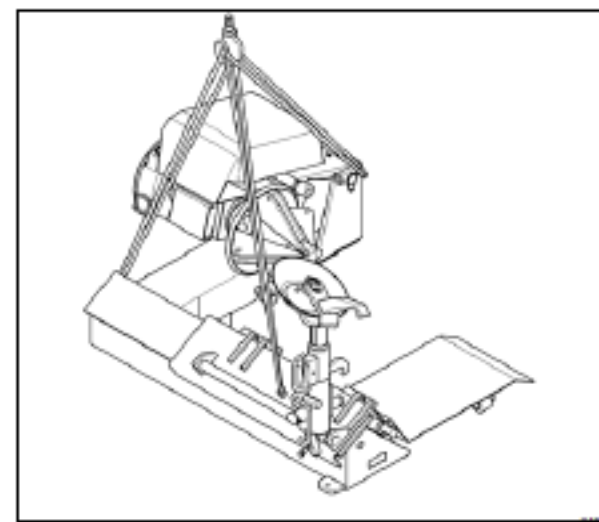

Рис.9
**C.** Перед подъёмом станка, убедитесь что патрон зажимного устройства полностью закрыт, рычаг зажимного устройства опущен а каретка находится в положении согласно Рис.9.
**D.** Отсоедините болты прикрепляющие станок к деревянному поддону. Поднимайте станок применяя только два подъёмных троса или ремня соответствующей длины и прочности (300 см) (Рис.9).